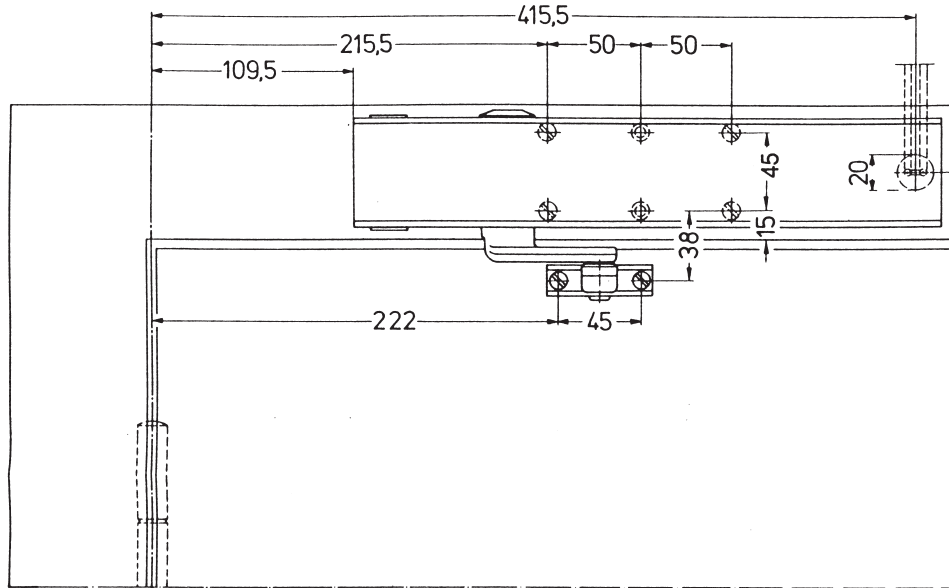

Abb. 1
Das Stromzuführungskabel ⑩ wird (im Türrahmen) direkt bis unter den Schließer ① bzw. unter die Montageplatte ⑫ (siehe Abb. 1 - 4) verlegt.